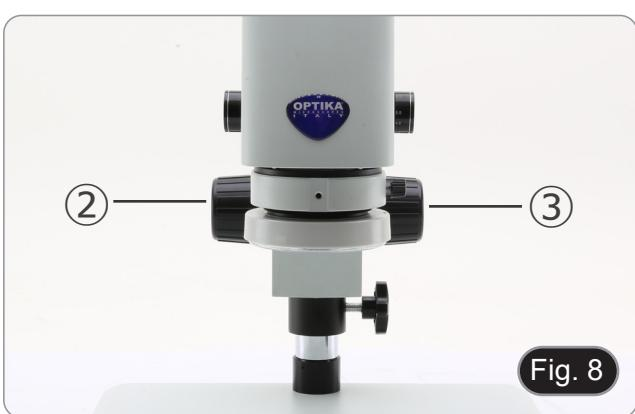

Fig. 8
1. Per regolare la tensione di messa a fuoco, afferrare la manopola sinistra ② e ruotare la manopola destra ③. (Fig. 8)